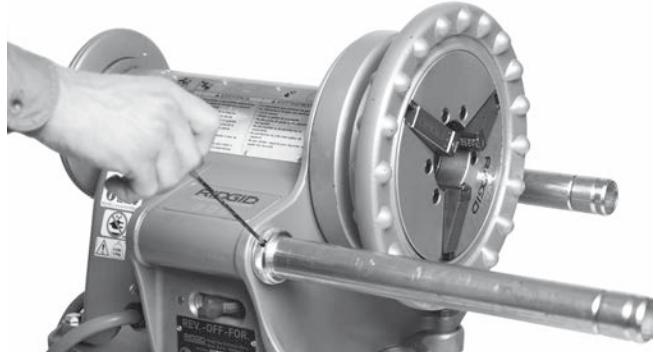

Рис. 8 — Определение местоположения установочных винтов
1. Выдвиньте опорные стержни полностью вперед. Задвиньте стопорные кольца назад, пока они не упрутся в корпус силового привода №300. Затяните установочные винты в стопорных кольцах с помощью $\frac{1}{8}$ " шестигранного ключа (рис. 8).